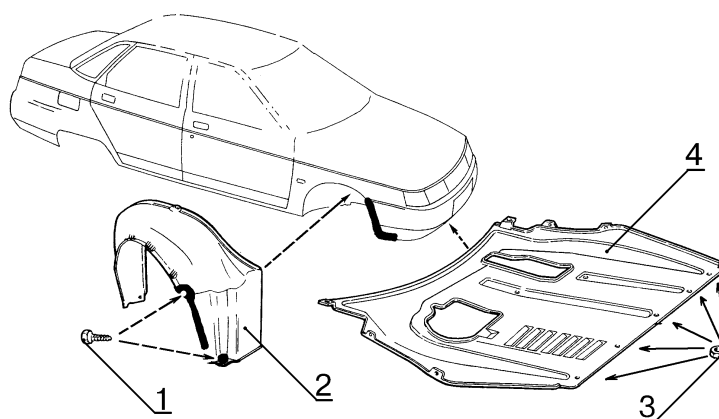

Рис.1. Щиток переднего крыла и брызговик двигателя:
2.1 Отвернуть четыре винта 1, рис.1, крепления щитка 2 переднего крыла к бамперу (отвертка крестообразная).